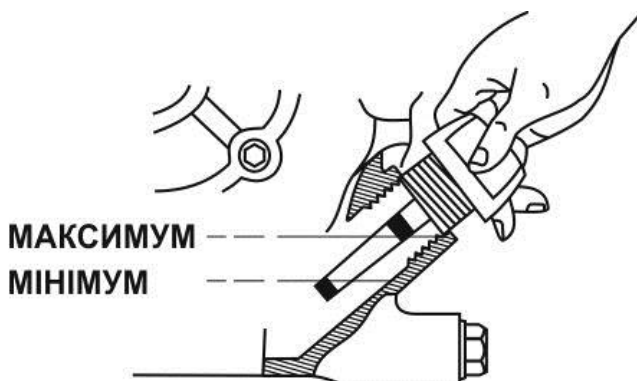

Рисунок 30. – Пробка-щуп мастила картера двигуна
3. Відкритіть пробку-щуп горловини для заливки мастила, за допомогою лійки залийте необхідну кількість мастила і проконтролюйте її рівень за допомогою мірного щупа (див. рис. 30.) Для цього витріть насухо щуп, вставте пробку-щуп в заливну горловину, не закручуючи її по різьбі, дістаньте пробку-щуп і переконайтеся, що рівень мастила знаходиться між відмітками «мінімум» і «максимум» на щупі.